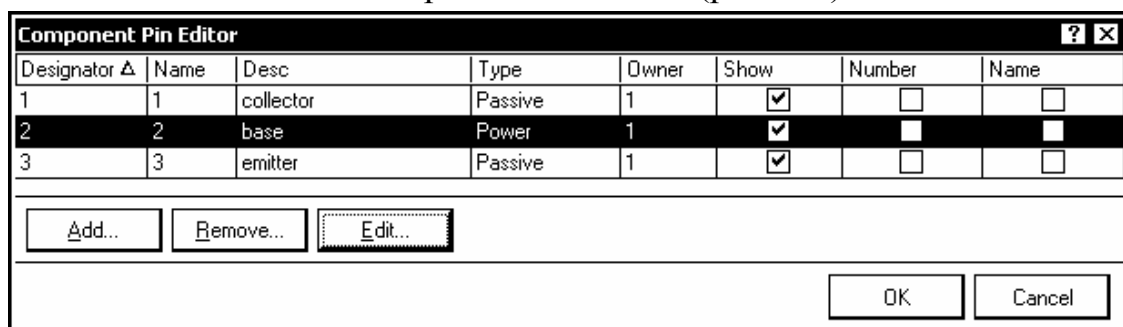

Рис. 3.7
2. В диалоговом окне Library Component Properties кнопкой Edit Pins вызвать диалоговое окно Component Pin Editor (рис. 3.7)